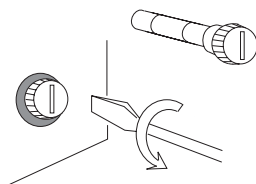

図 5-1 ヒューズホルダの外し方
- 3 図 5-1 のようにマイナスドライバなどでヒューズホルダを外します。